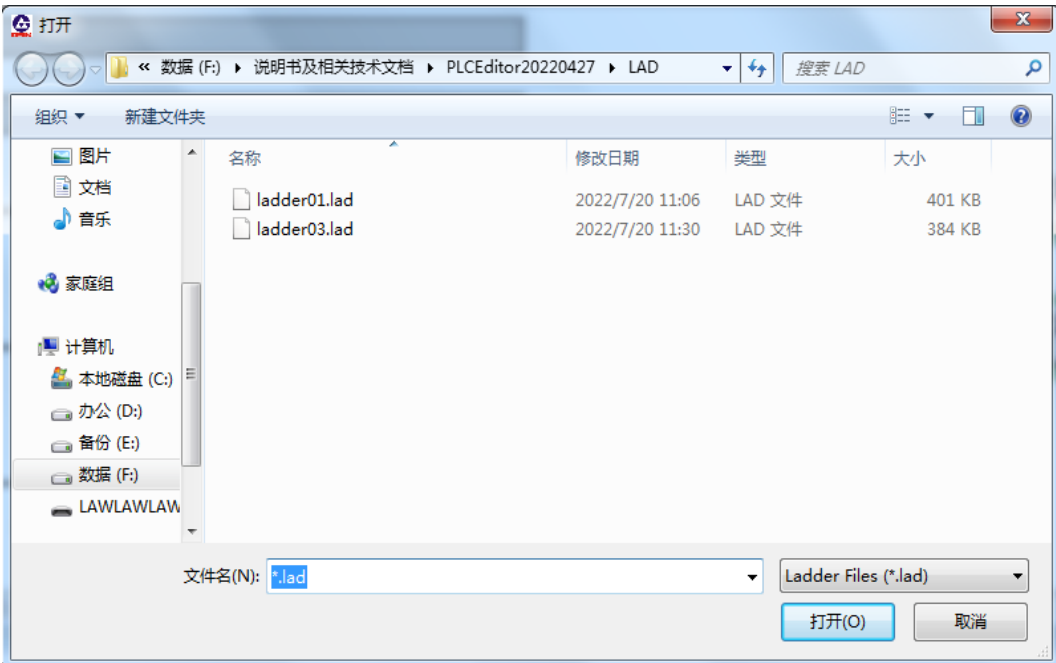

图 3-3-6-1
- 1、点击弹出浏览框，选择所需对比梯图文件，如图 3-3-6-1，对比结果，如图 3-3-6-2。